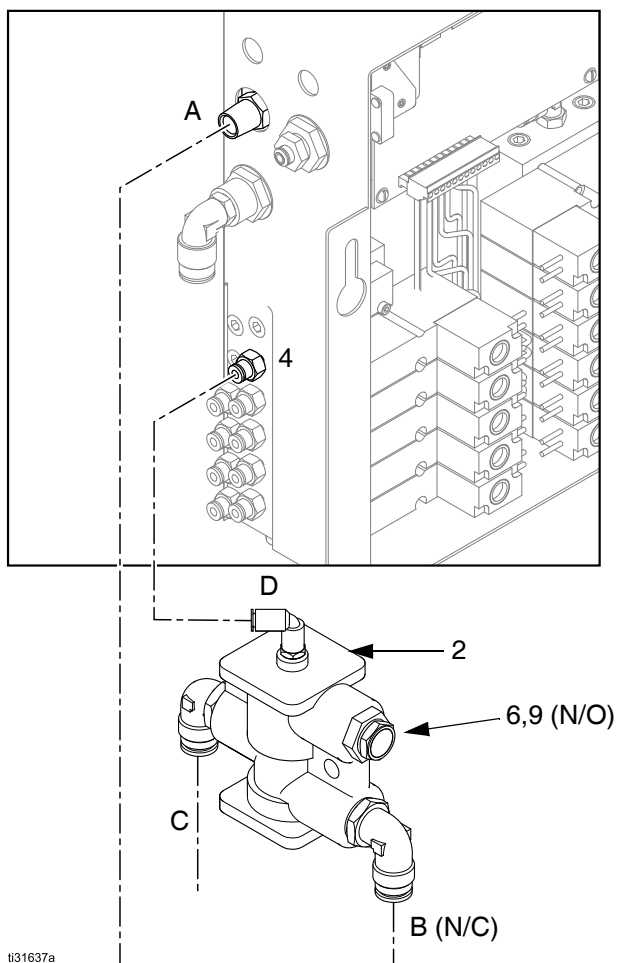

ABB. 10: Luftleitungsanschlüsse, ProMix II
2. Installieren Sie die Buchse (6) und den Schalldämpfer (9) im oberen Anschluss des Absperrventils (N/O). (Schritte 2-5, siehe ABB. 10.)
3. Verbinden Sie die Zerstäuberluftzufuhrleitung vom AFS (A) am unteren Anschluss (B, N/O).
4. Schließen Sie eine Luftleitung vom Magnetventil-Fitting (4) am Steueranschluss (D) an.
5. Verbinden Sie eine Luftleitung von der Auslassöffnung (C) mit dem Pistolenlufteinlass.